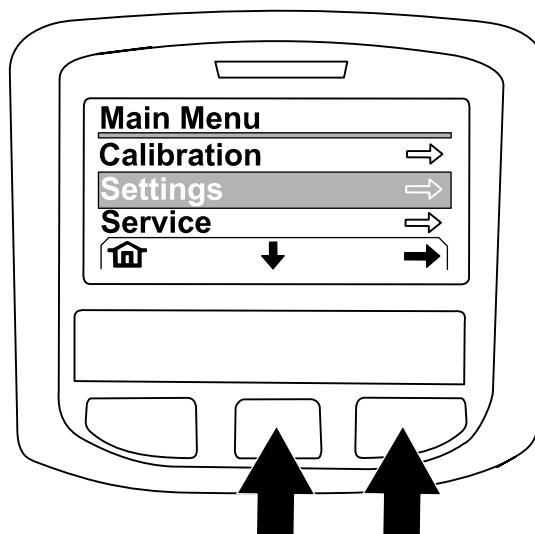

图228
4. 在 MAIN MENU 主菜单屏幕上按中间按钮可导航至 SETTING 设置选项然后按右按钮可选择选项 图228。